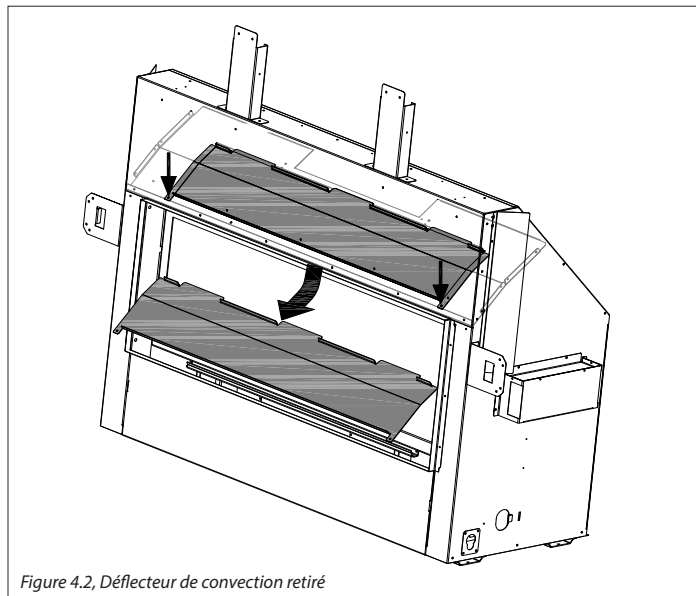

Figure 4.2, Déflecteur de convection retiré
1. Retirez du foyer le déflecteur de convection. Le déflecteur est fixé par (2) vis, juste derrière le bord supérieur de l'ouverture du foyer (voir Figure 4.2). Recyclez ce panneau si vous n'en avez plus besoin.